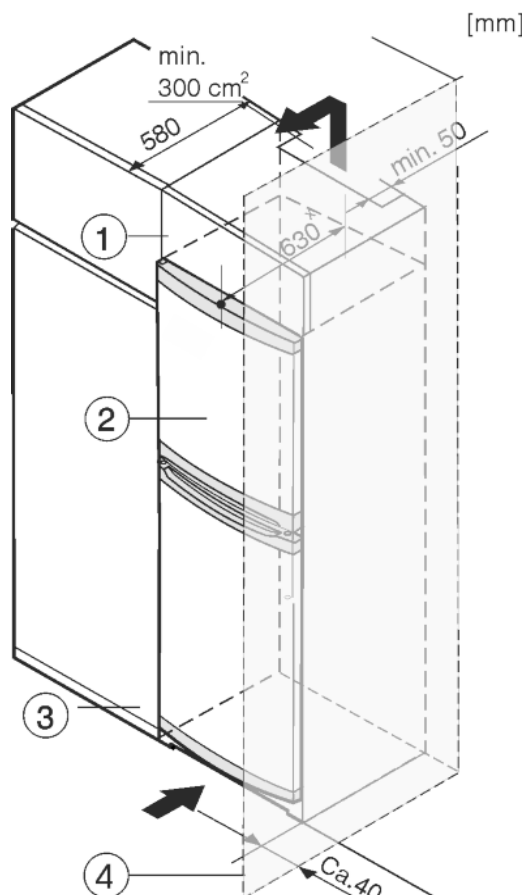

Fig. 8
Das Gerät kann mit Küchenschränken umbaut werden. Um das Gerät *Fig. 8 (2)* der Küchenzeilenhöhe anzugleichen, kann über dem Gerät ein Aufsatzschrank *Fig. 8 (1)* angebracht werden.
Beim Umbau mit Küchenschränken (Tiefe max. 580 mm) kann das Gerät direkt neben dem Küchenschrank *Fig. 8 (3)* aufgestellt werden. Das Gerät steht seitlich 34 mm \* und in der Gerätemitte 50 mm \* gegenüber der Küchenschrankfront vor.
Wenn das Gerät mit den Scharnieren neben einer Wand *Fig. 8 (4)* aufgestellt wird, muss der Abstand zwischen Gerät und Wand mindestens 40 mm betragen. Dies entspricht dem Griffüberstand bei geöffneter Tür.